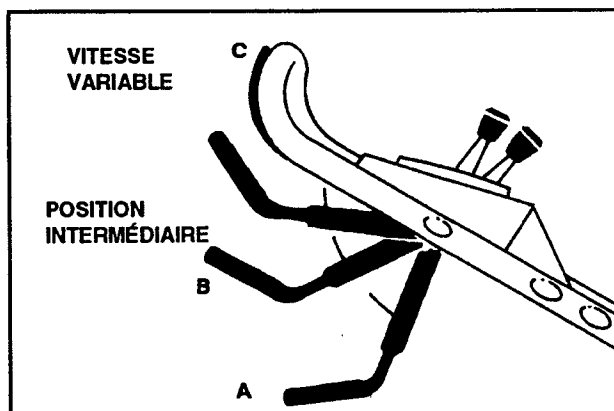

Figure 9
4. **FONCTIONNEMENT DE LA LAME ET FONCTIONNEMENT EN TRACTION** (fig. 9) – Abaissez la barre de commande en position "A" puis mettez-la en position "B" pour enclencher la lame. Comprimez la barre de commande contre la poignée "C" pour mettre la tondeuse en mouvement. Pour déclencher la commande de roue tout en maintenant la lame enclenchée, relâchez lentement la barre de commande jusqu'à sa position intermédiaire. Pour mettre la tondeuse en mode d'auto-propulsion, la lame étant déclenchée, compressez simplement la barre de commande contre la poignée, sans effectuer le mouvement vers le bas qui est nécessaire à l'enclenchement de la lame.
5. **ARRÊT** (fig. 9) – Relâchez la barre de commande pour arrêter l'entraînement de traction et la lame. Placez